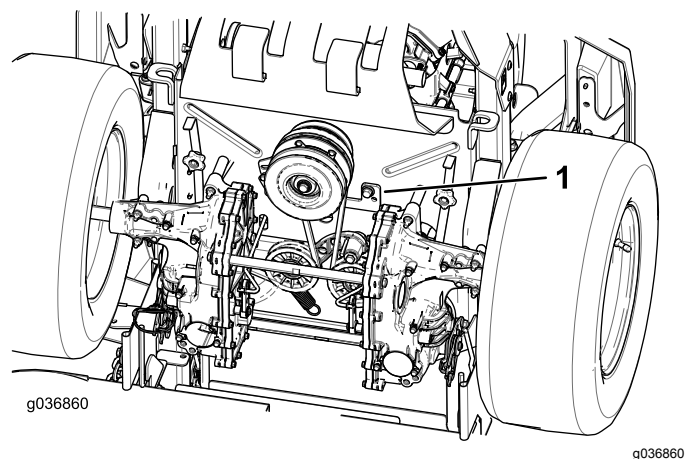

Figura 101
5. Retire el tope del embrague (Figura 101).
9. Instale el tope del embrague (Figura 101).